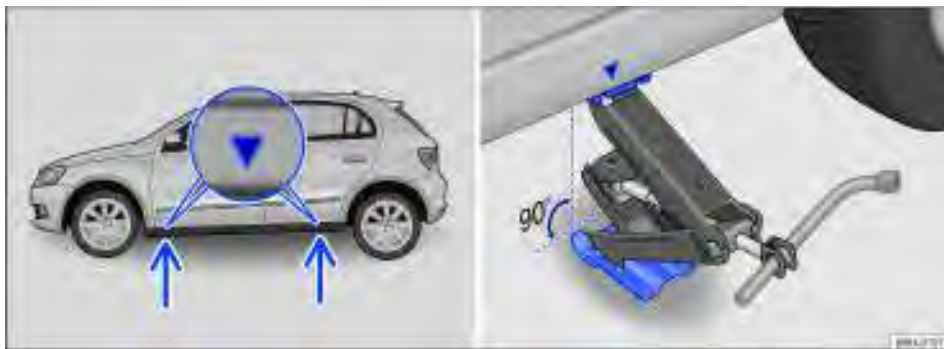

Fig. 161 Pontos de apoio do macaco e macaco posicionado no lado esquerdo traseiro do veículo.
A figura ⇒ Fig. 161 ilustra, como exemplo, os pontos de recepção do macaco do modelo Novo Gol 4 portas. O modelo Novo Gol 2 portas segue o mesmo conceito.
O macaco somente pode ser posicionado nos pontos de apoio indicados (marcação na carroceria) ⇒ Fig. 161. É válido o ponto de apoio localizado próximo à roda correspondente ⇒ .
6. Procurar o ponto de apoio do macaco sob o veículo ⇒ Fig. 161, o qual se encontra mais próximo da roda a ser trocada.
8. Garantir que a base do macaco, com toda sua superfície, esteja sobre o chão e que a base se encontre perpendicularmente abaixo do ponto de colocação ⇒ Fig. 161.
9. Alinhar o macaco e, simultaneamente, levantar a garra do macaco até ela se encaixar na travessa debaixo do veículo ⇒ Fig. 161.
- Posicionar o macaco somente nos pontos indicados. A garra do macaco deve se encaixar no perfil da longarina de forma segura ⇒ Fig. 161.